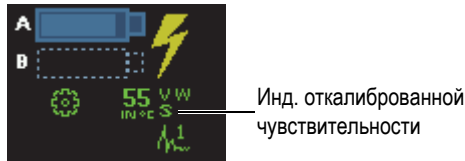

Рис. 5-15 Индикатор откалиброванной чувствительности (S)
Чувствительность теперь откалибрована. В верхнем левом углу экрана, индикатор калибровки чувствительности (S) становится зеленым (см. Рис. 5-15 на стр. 152).